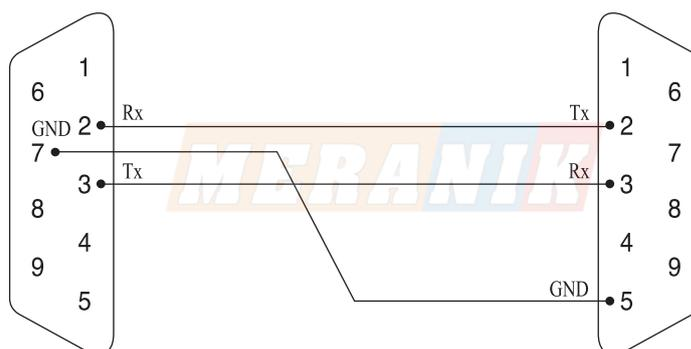

Рисунок 8.1 – Схема распайки кабеля для подключения весов к принтеру.
Для подключения весов к внешнему устройству (принтеру «DEP-50», компьютеру или другому внешнему устройству) по интерфейсу «RS-232C» необходимо наличие кабеля с соответствующей распайкой (см. рисунок 8.1 и 8.2). Скорость обмена данными, установленная на принтере или компьютере должна быть равна скорости обмена данными, установленной на весах.
- Подключите к весам внешнее устройство (принтер «DEP-50» или компьютер) при помощи соответствующего кабеля (см. рисунок 8.1 и 8.2).